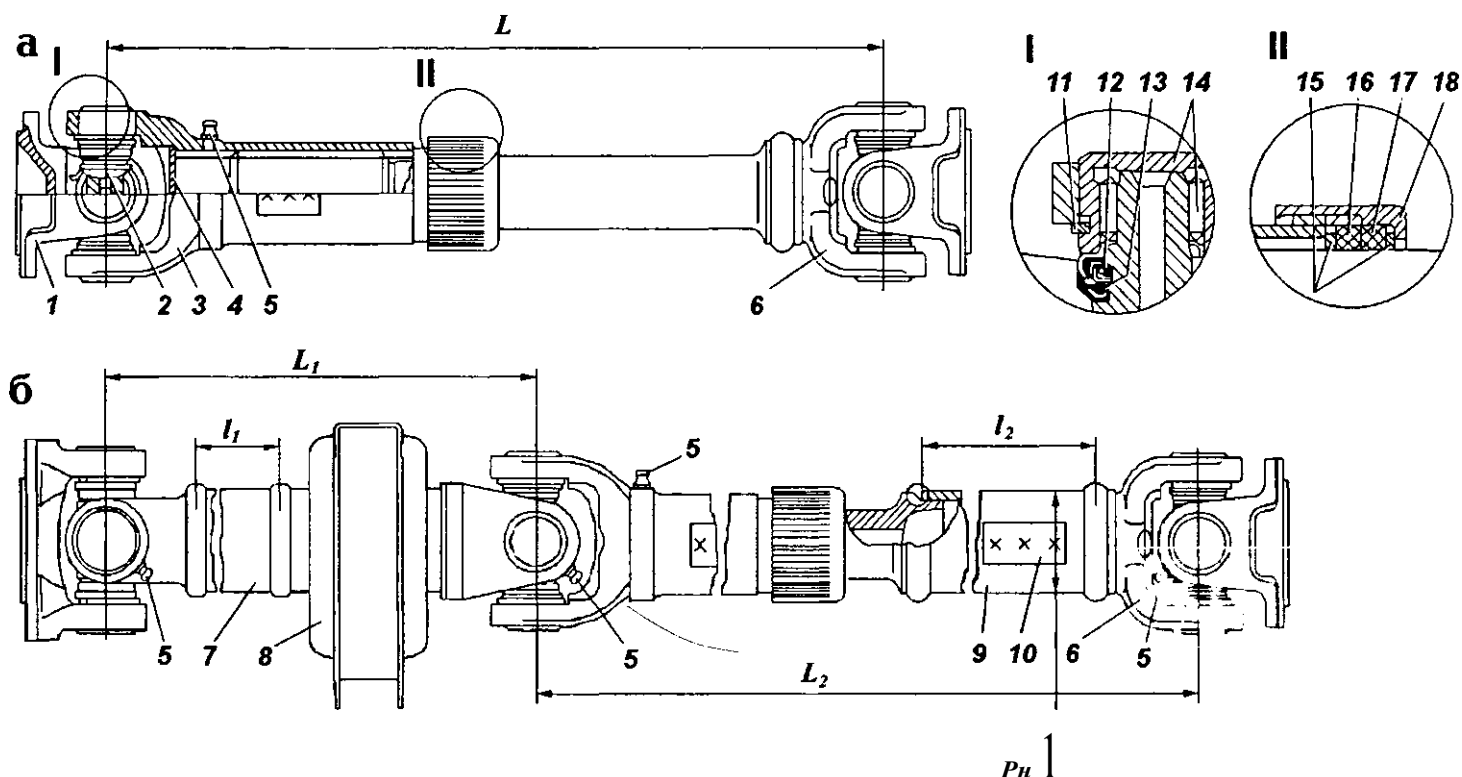

Рис. 8.1. Карданные передачи:
1. Установите на шлицевой конец карданного вала обойму 18 (см.рис. 8.1), войлочное кольцо 16, резиновое кольцо 17 и кольца 15.